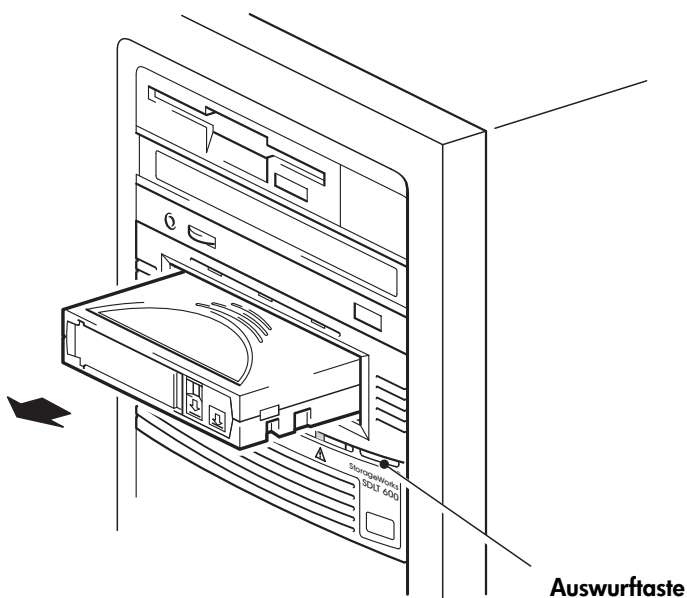

Abbildung 9b: Entnehmen einer Kassette
- 1 Drücken Sie die Auswurf Taste im Bedienfeld. (Siehe Abbildung 9b.)